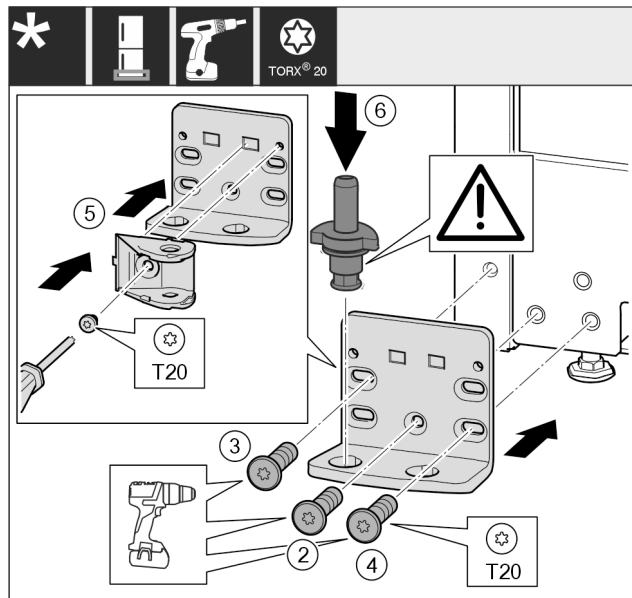

Fig. 47 *
- ▶ Установите опорный кронштейн с другой стороны и прикрутите с помощью отвертки. Начините с винта Fig. 47 (2) снизу в центре.*
- ▶ Затяните винт Fig. 47 (3) и винт Fig. 47 (4).*
- ▶ Поверните соединительный элемент амортизатора закрывания дверей Fig. 47 (5) на 180°. Прикрутите с другой стороны опорного кронштейна с помощью отвертки.*
- ▶ Снова установите опорный палец Fig. 47 (6) в сборе. При этом проследите за тем, чтобы выступ фиксатора был направлен назад.*